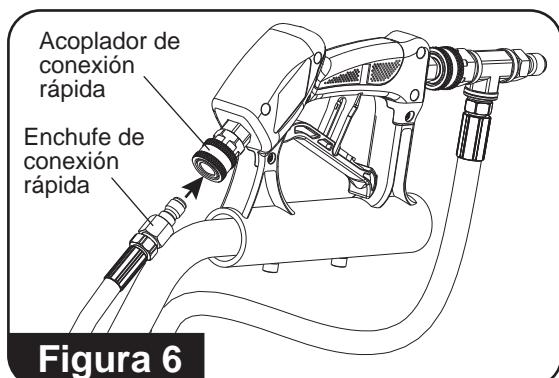

Figura 6
6. Conecte el enchufe de conexión rápida al acoplador de conexión rápida. (**Consulte la figura 6**)